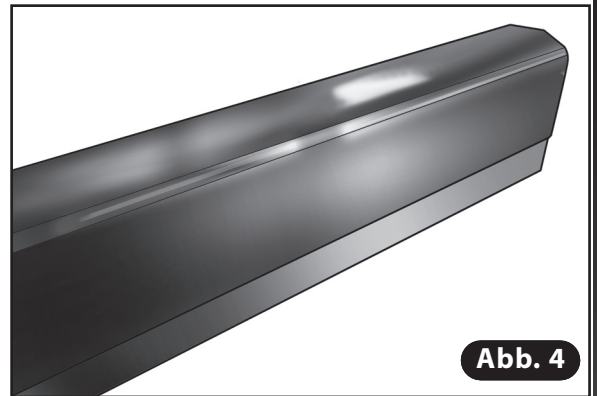

Abb. 4
- 4) Neues Band aufkleben und den überstehenden Teil an beiden Enden abschneiden (**Abb. 4**).